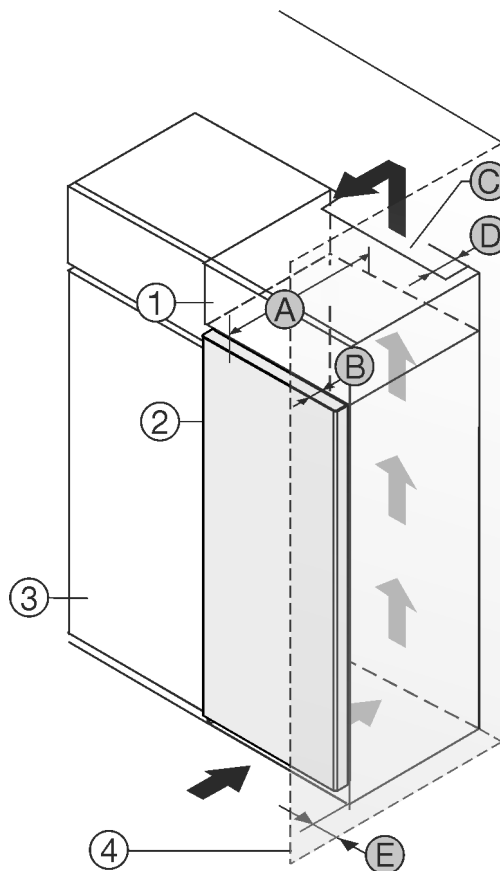

Fig. 1
Puteți amplasa aparatul direct lângă dulapul de bucătărie Fig. 1 (3).\*
În partea din spate a dulapului suspendat trebuie să existe o fantă de aerisire cu grosimea Fig. 1 (D) pe toată lățimea dulapului suspendat.\*
Sub tavanul încăperii trebuie să fie respectată secțiunea de ventilație Fig. 1 (C).\*
Atunci când montați aparatul cu balamalele lângă un perete Fig. 1 (4), distanța dintre aparat și perete trebuie să fie de minim 13 mm.\*
Atunci când montați aparatul cu balamalele lângă un perete Fig. 1 (4), distanța dintre aparat și perete trebuie să fie de minim 20 mm.\*
Astfel încât să puteți deschide complet ușa, aparatul trebuie să fie proeminent cu cel puțin adâncimea ușii Fig. 1 (B) față de suprafața frontală a dulapului de bucătărie. În funcție de adâncimea dulapurilor de bucătărie Fig. 1 (3) și utilizarea distanțierelor de perete, aparatul poate ieși mai mult în afară.\*